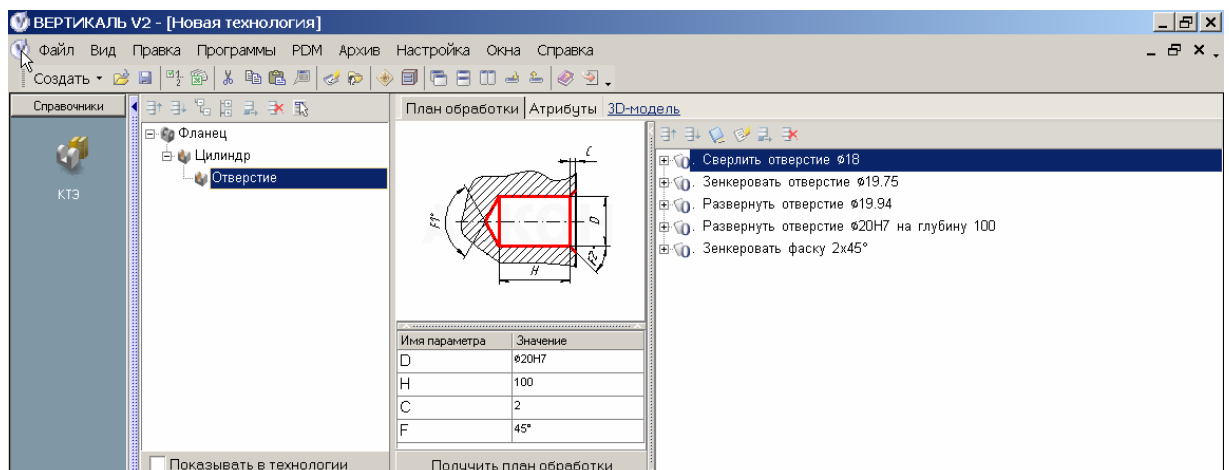

Рисунок 25 – Выбранный план обработки КТЭ
6. Выбираем наиболее оптимальный план обработки КТЭ в окне **Планы обработки**, устанавливаем курсор на заголовке выбранного плана и нажимаем кнопку **Применить**. Содержимое выбранного плана (переходы оснастка и пр.) скопируется на правую часть вкладки **План обработки** (рисунок 25).